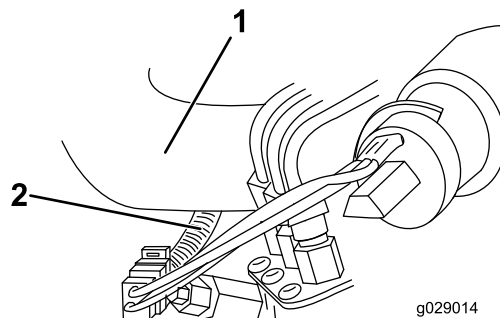

図 13
5. ジャンパハーネスのもう一方の端部は、ラジエターホースの下を通してメインのワイヤハーネスに接続する 図 13。